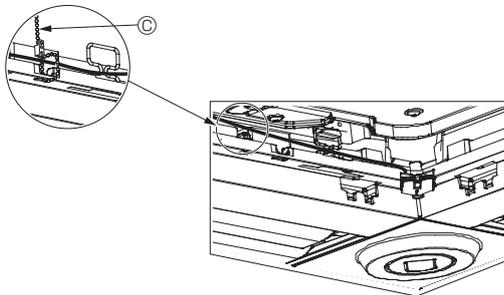

Fig. 10-12
- Učvrstite žice senzora i-See i signalnog prijemnika na ploču učvršćivačem kako je prikazano na dijagramu na način da su žice napete, a zatim odrežite višak učvršćivača. (Fig. 10-12)
- * Ako se položaj senzora i-See promijenio iz položaja „o” (E) u položaj „□” (F), promijenite postavke funkcije. (Pogledajte 13. stranicu)